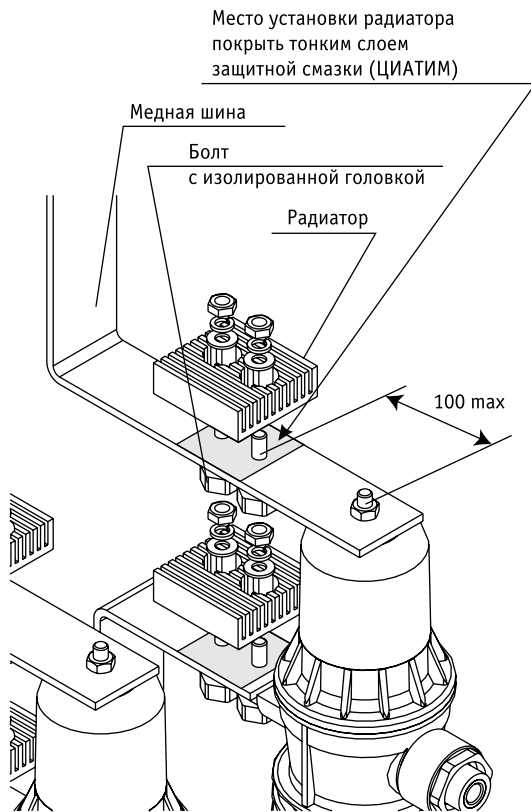

Рисунок 11
- Выполнить отверстия $\varnothing 11$ мм в верхних шинах (см. рис. 11).